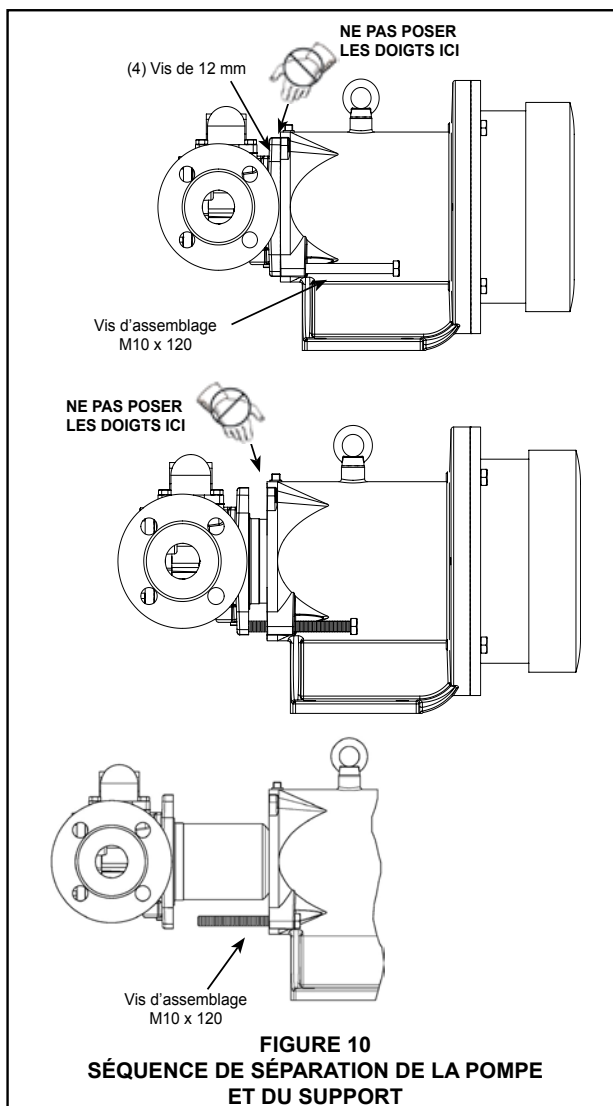

FIGURE 10
1. Retirer la tuyauterie des orifices et retirer les vis d'assemblage bloquant la pompe sur le support. Soutenir la pompe avec un palan si possible. Utiliser la vis d'assemblage M10 x 120 (vis de pression) dans le support pour séparer l'aimant intérieur de l'aimant extérieur (voir la figure 10).
Procéder avec soin pour sortir l'aimant intérieur de l'aimant extérieur (voir la figure 10). Ne pas poser les doigts entre la bride de fixation de la pompe et la face du support. Si la pompe n'est pas complètement sortie, elle risque de rentrer brusquement dans l'aimant en pinçant un doigt ou la main. Une fois l'aimant intérieur retiré du support, faire attention en le posant car il attire tout objet en fer ou en acier.